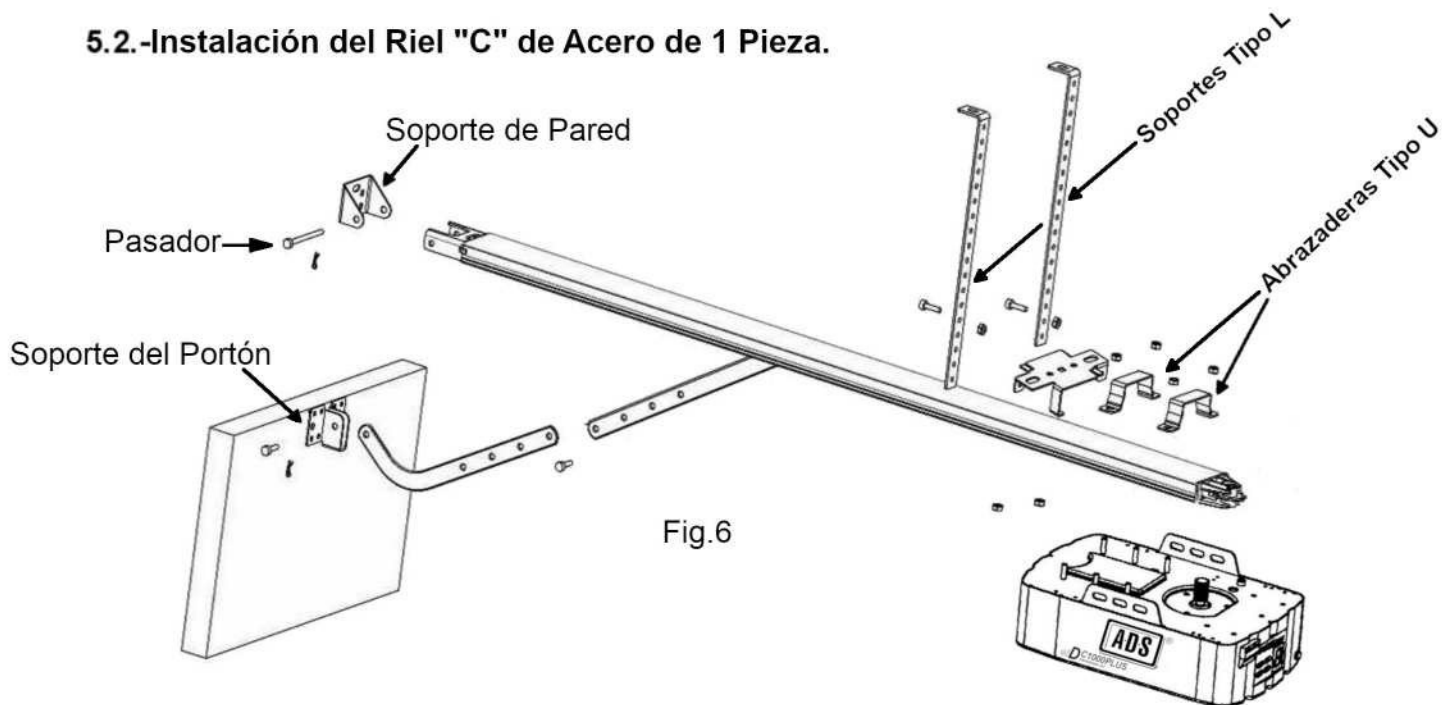
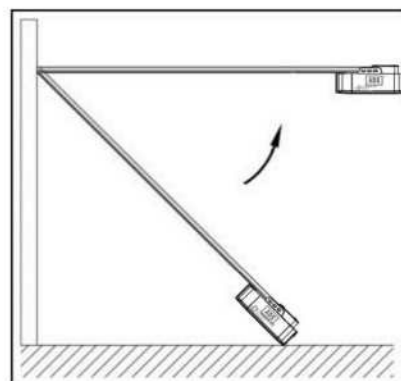

Fig.6
Fig.7
1. Una el Abrepuertas de Garage al Riel de Acero y Ensamble las 2 Abrazaderas tipo "U" con las Tuercas Suministradas M6 (Fig.6).
2. Coloque el Abrepuertas de Garage ensamblado con el Riel de Acero centrado sobre el Piso del Garage, con el Abrepuertas de Garage alejado del Portón. Levante la parte Delantera del Riel hasta el Soporte de la Pared (Fig.6) y Fijelo con el Pasador del Soporte de Pared (Fig.7).
3. Levante y Apoye el Abrepuertas de Garage con una Escalera, Alinee el Riel con la Línea Central marcada en el Portón, el Riel debe quedar a nivel (Fig.7). Fije el Abrepuertas de Garage y el Riel al Techo mediante los Soportes Tipo "L" (Fig.7).